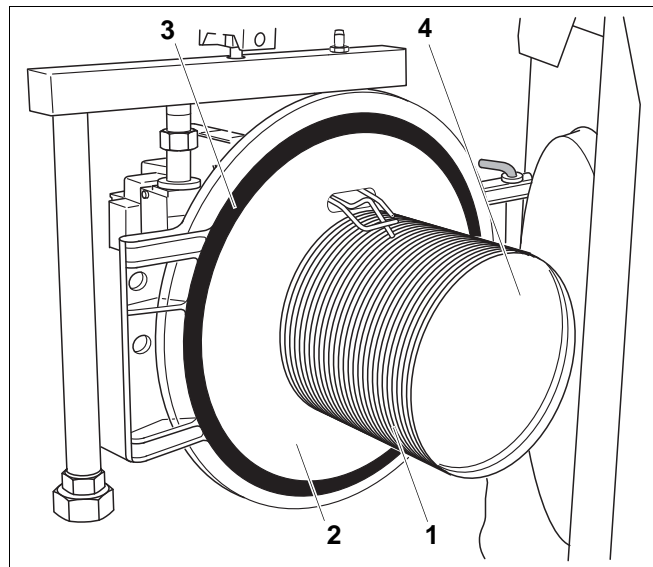

Рис. 27 Проверка горелки
- Проверьте наличие повреждений тканевой поверхности (рис. 27, **поз. 1**) стержня горелки.
- Проверьте наличие трещин на шве листа и сварном шве (рис. 27, **поз. 4**). При наличии трещин стержень горелки нужно заменить!
- Проверьте наличие грубых повреждений теплоизоляции (рис. 27, **поз. 2**) (трещины, изломы).
- Проверьте проницаемость, пористость и наличие других повреждений уплотнения (рис. 27, **поз. 3**) дверцы горелки.